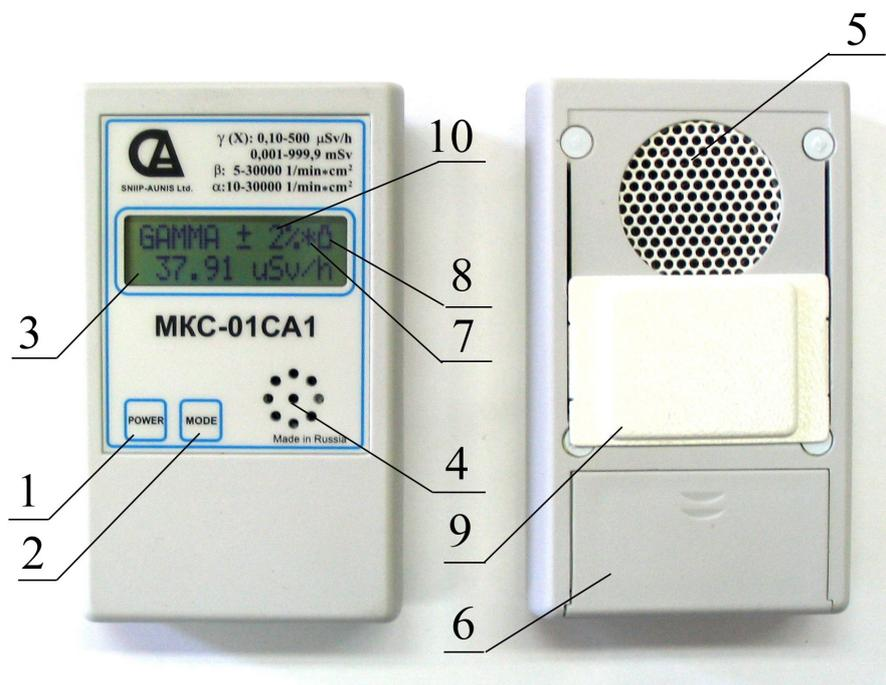

Рис.1. Органы управления МКС-01СА1Б
- 9 - Передвижной экран, фиксируется в крайних положениях, соответствующих выбранному режиму работы. В режиме «**BETA**» и «**ALPHA**» -экран открыт (нижнее положение, как показано на Рис.1), в режиме «**GAMMA**» -экран закрыт (верхнее положение)
Индикация разряда элементов питания - при разряде элементов питания до напряжения $1,6 \text{ В}$ на дисплее в правом верхнем углу появляется символ в виде цилиндрического элемента питания (Поз.8 на Рис.1).
Прибор циклически ежесекундно выполняет процесс оценки и уточнения результатов измерений с индикацией на дисплее (Поз.10 на Рис.1) текущей статистической погрешности (δ) в доверительном интервале $0,95$. В неизменном (стационарном) поле ионизирующего излучения показания прибора с течением времени непрерывно усредняются и уточняются. Одновременно с этим уменьшается значение погрешности δ от $\pm 99\%$ до $\pm 1\%$.
- снять крышку отсека питания (см. рис. 1);
- закрыть входное окно детектора экраном (см. Рис.1);
- включить питание прибора (однократно нажать и отпустить кнопку «**POWER**»). При включении на дисплее в течение 2 секунд появляется реклама изготовителя: «**МКС-01СА1**» и тел. «**(499) 198 97 91**»
- открыть входное окно детектора, сдвинув экран (см. Рис.1) в нижнее положение;